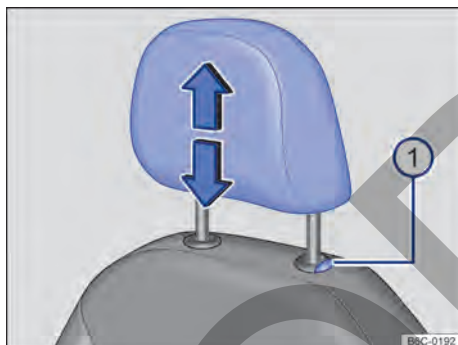

Fig. 68 Apoyacabezas delantero: desinstalar.
- Retirar el apoyacabezas con el botón → fig. 68 ① presionado.
- Empujar hacia abajo totalmente el apoyacabezas con el botón → fig. 68 ① presionado.